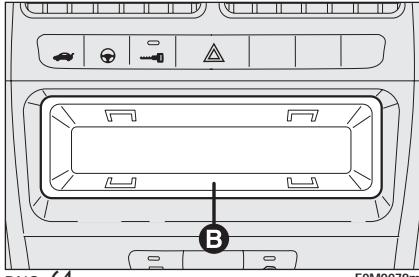

рис. 64
**Вещевой ящик В-рис. 64** расположен в середине приборной панели.